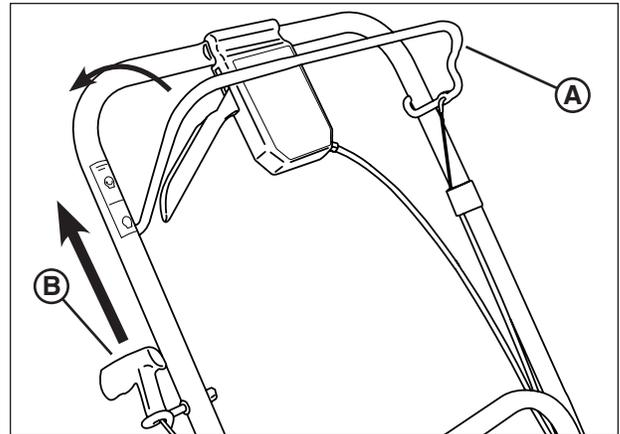

Figure 3: Démarrer la tondeuse
1. Serrez le contrôle de lame (**A, Figure 3**) contre la poignée.